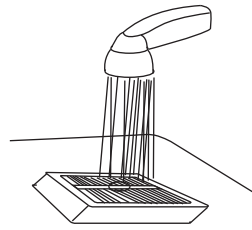

图24
*通常情况下可以通过轻轻拍打过滤材料的方式清除上面附着的灰尘。如果需要，可以将过滤材料放置在水龙头下清洗(图24)。不可以用刷子用力刷，以免破坏过滤材料。